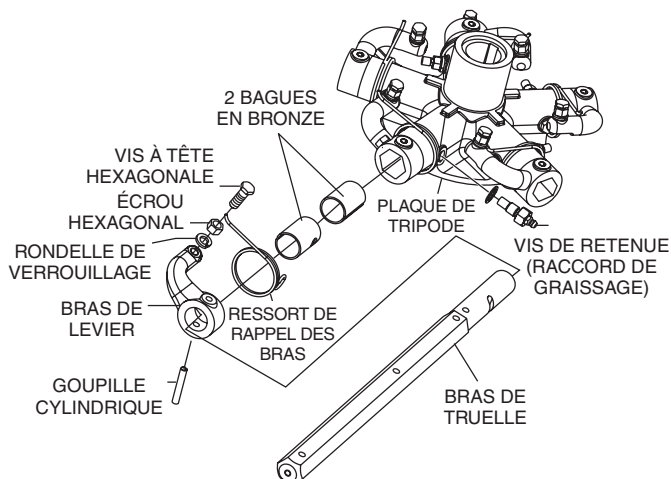

Figure 38. Dépose du bras de truelle (plaque de tripode)
2. Chaque bras de truelle (figure 38) est retenu en position au niveau de la plaque de tripode par un boulon à tête hexagonale (raccord de graissage zerk) et une goupille cylindrique. Retirer le boulon à tête hexagonale et la goupille cylindrique de la plaque de tripode.